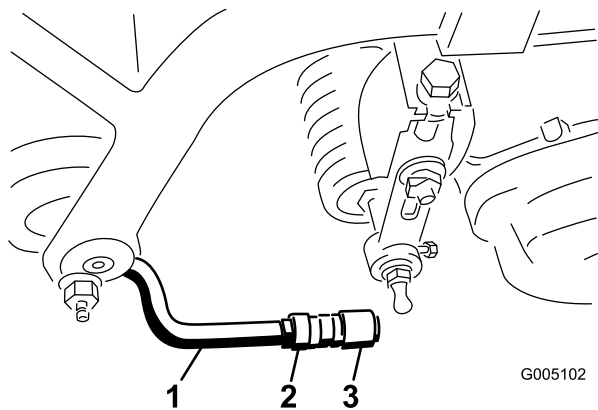

Figure 10
- Alignez les boîtes des rotules de sorte que le côté ouvert soit centré vers la sphère. Serrez les contre-écrous pour fixer les boîtes de rotules en position (Figure 10).